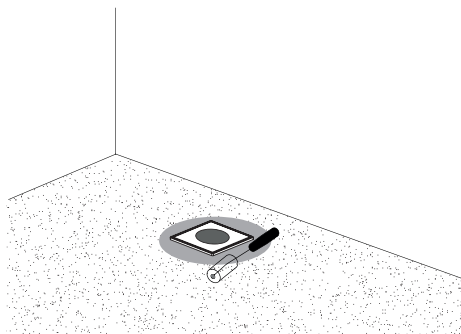
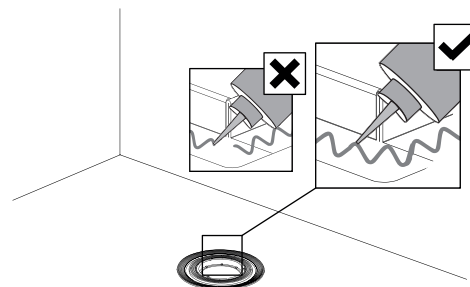

Рис. 5 / Сур-5
Рис. 6 / Сур-6
4. Приклейте и хорошо прижмите гидрополотно так, чтобы оно покрывало место соединения бетонной стяжки и трапа по всему периметру фланца (рис. 5). Для обеспечения герметичности зон соприкосновения корпуса трапа со стяжкой пола необходимо использовать герметик (рис. 6).